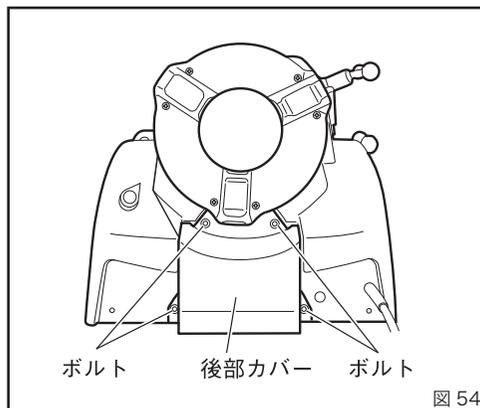

図 54
2. カーボンブラシの交換 (図 54、55)
- ① 後部カバーの 4 カ所のボルトを取り外してください。(図 54)